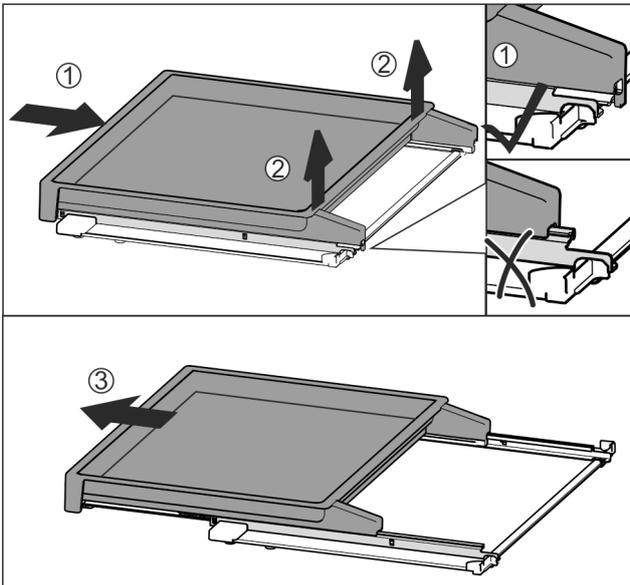

Fig. 114
- ▶ Introduzca por completo el estante extraíble Fig. 114 (1).
- ▶ Suelte el enganche en el lado trasero Fig. 114 (2).
- ▶ Retire el estante extraíble hacia delante Fig. 114 (3).